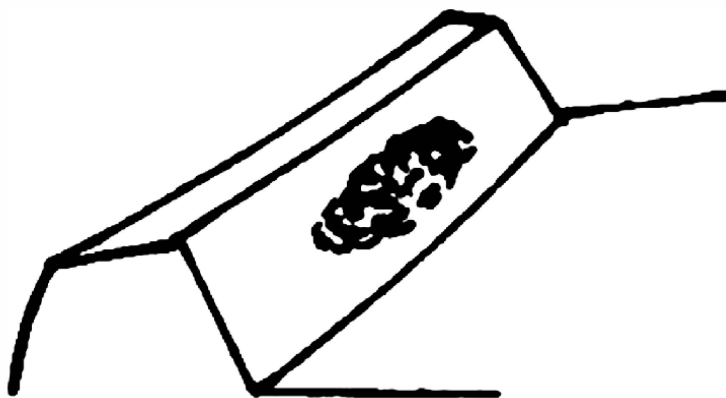

Рис. 8. Отпечаток зацепления зубчатой передачи.
1. Чтобы убедиться в правильности отпечатка (как показано на рис. 8) и величины зазора в пределах 0.16-0.32 мм, выберите необходимую толщину прокладки гнезда подшипника и прокладки картера ведущего моста. При этом удерживайте предварительное напряжение на обоих концах дифференциала в пределах 100-150 Н.
2. Соприкосновение пары шестерен на концах переднего моста регулируется набором прокладок (1) подходящей толщины — это гарантирует зазор механизма в пределах 0.16-0.3 мм и обеспечит правильное пятно контакта.
3. Чтобы получить конечный зазор механизма в пределах 0.16-0.3 мм, необходимо изменить толщину прокладок (13) для окончательной регулировки. Для зазора 0.1-0.5 мм между нижней поверхностью кольца-фиксатора (4) вертикального вала (3) и верхней поверхностью ведомой шестерни (7) используйте прокладки (6) подходящей толщины.